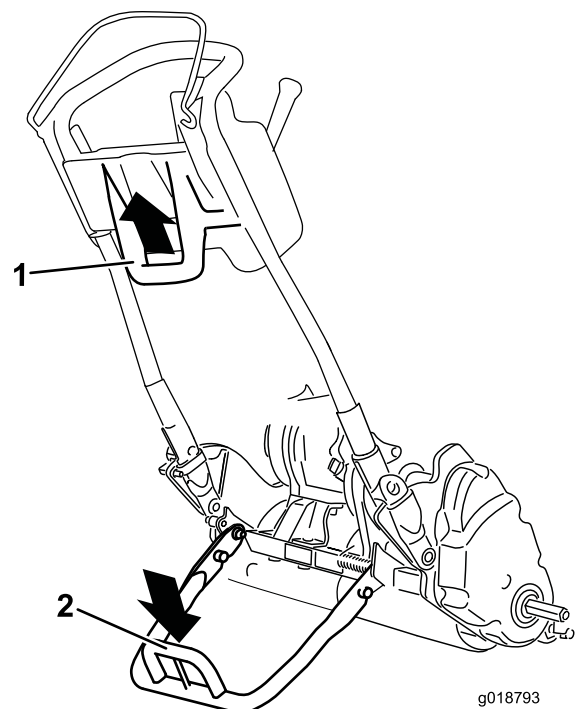

Figura 28
- Per utilizzare il cavalletto per montare le ruote di trasferimento, abbassatelo a terra e appoggiatelo sull'anello mentre tirate la maniglia inferiore centrale verso l'alto e all'indietro (Figura 28).